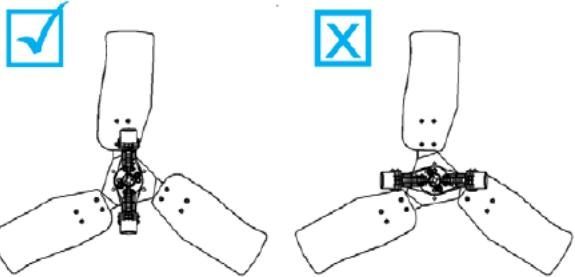

fig.19
2. Dévissez les (2) vis d'assemblage à six pans creux M8 et extrayez le système centrifuge entier à travers les ventelles.
4. Prenez soin d'assembler le système centrifuge comme illustré à la fig.19.